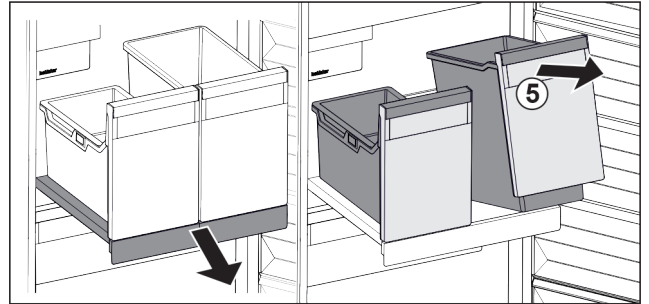

Fig. 100
- Posodo Fig. 100 (5) dvignite naprej.